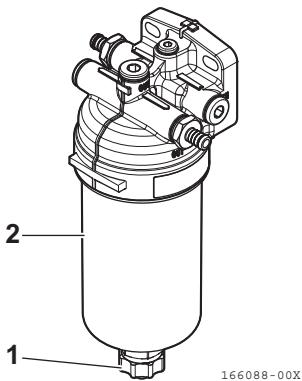

Figura 12
2. Retire o bujão de drenagem (**Figura 12, (1)**).
3. Retire a tampa do filtro (**Figura 12, (2)**) com uma chave de aperto (chave de aperto plana: 30).